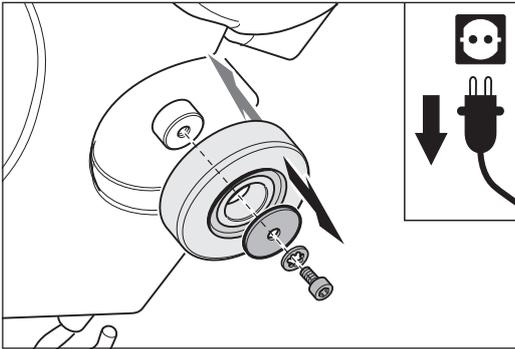
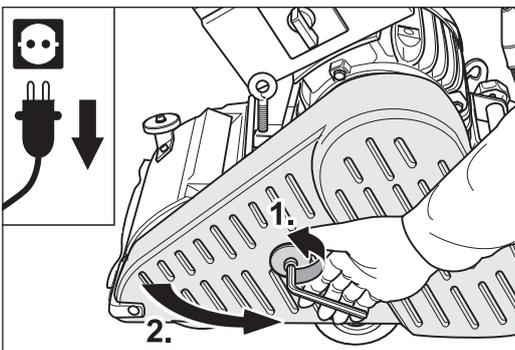

Abb. 77 Die Schraube mit den Scheiben in der Mitte des Rads entfernen und das Seitenrad abnehmen. Der Zusammenbau erfolgt in umgekehrter Reihenfolge.
Abb. 80 Den Netzstecker aus der Steckdose ziehen und den Riemenschutz öffnen.
- 4 Vor dem Ausbau des linken Seitenrads muss der Riemenschutz geöffnet werden (Abb. 80). Lösen Sie die Schraube in der Mitte des Seitenrads und entfernen Sie die Schraube und die Scheiben (Abb. 77).
- 4 Öffnen Sie den Riemenschutz (Abb. 80).